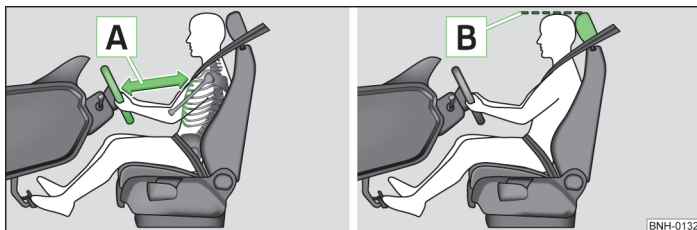

Fig. 113 Distanța corectă dintre șofer și volan / tetieră corect reglată
- Reglați volanul în așa fel, încât distanța dintre volan și torace să fie de cel puțin 25 cm **[A]** » fig. 113.
- Reglați tetiera astfel încât marginea superioară a tetierei să se afle, pe cât posibil, la aceeași înălțime cu partea superioară a capului dumneavoastră¹⁾ **[B]** » fig. 113 la pagina 125.
- Reglați tetiera astfel încât marginea superioară a tetierei să se afle, pe cât posibil, la aceeași înălțime cu partea superioară a capului dumneavoastră **B** » fig. 113 la pagina 125 » pagina 125.